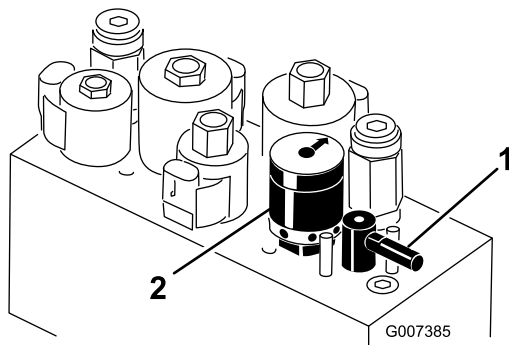

Figure 57
5. Tournez le levier de rodage à la position "R" (Figure 57).
6. Tournez la commande de vitesse des cylindres à la position 1 (Figure 57).